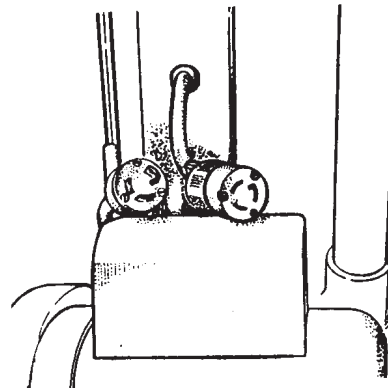

Figure 7
- 5 Brancher le raccord de poignée au cordon du moteur. Aligner la goupille rectifiée, introduire et tourner. (Figure 7)